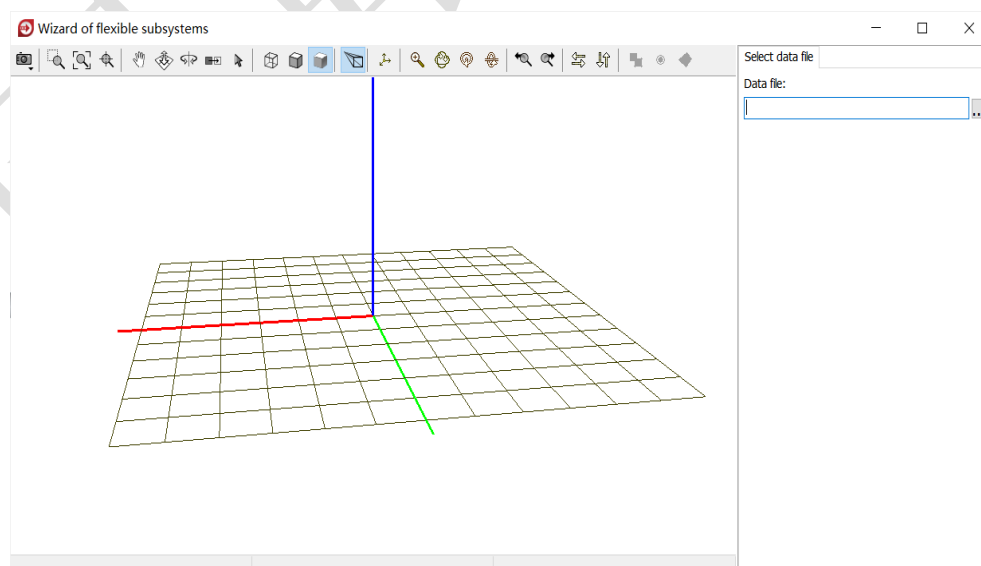

图 2-95
- 4) 在图 2-95 界面右侧点击按钮，在文件浏览器中定位到路径“D:\UM 培训教程\我的 UM 模型\刚柔耦合系统\Beam”，选中 input.fum，点击 OK。